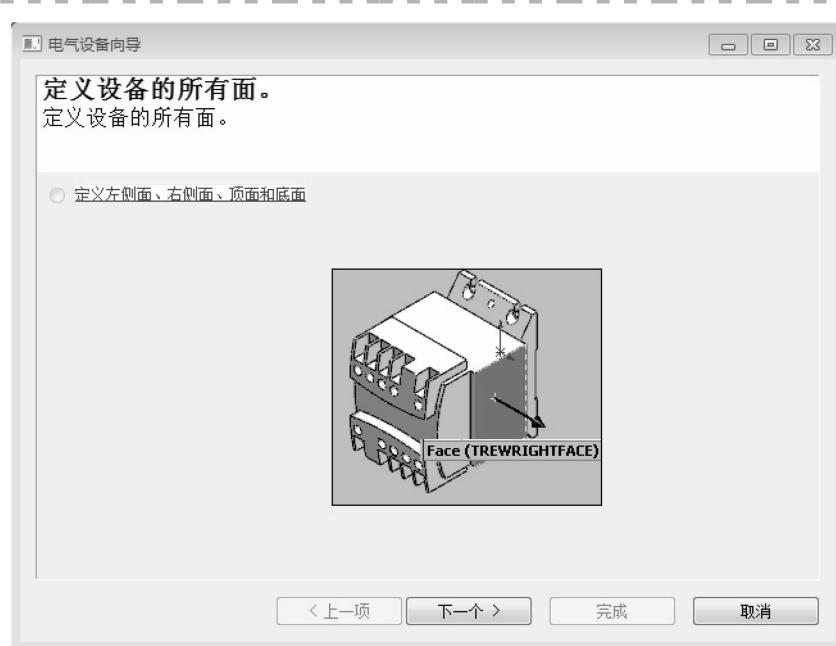

图 12-3 电气设备向导
**步骤2 打开电气设备向导** 单击【工具】/【SOLIDWORKS Electrical】/【电气设备向导】，打开向导界面，如图12-3所示。